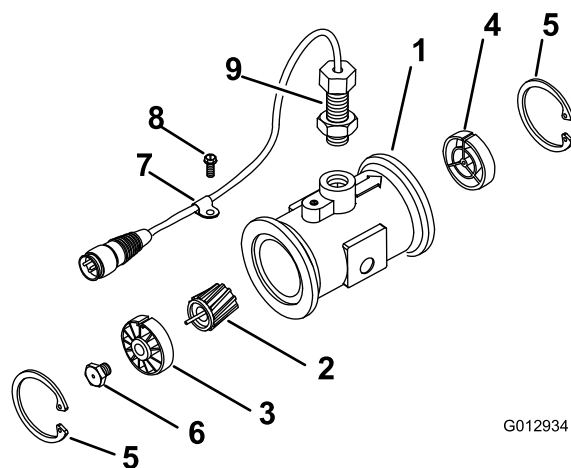

Figure 73
3. Déposez la bague de retenue en amont (Figure 73).